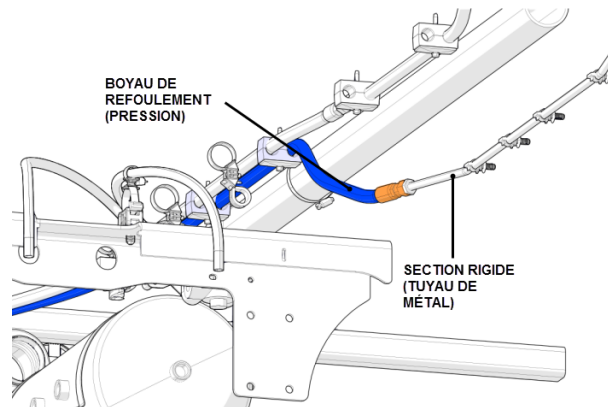

FIGURE 4
- Dans le puits de roue arrière, il se trouve du côté trottoir. Il est raccordé à une section rigide (tuyau de métal) qui constitue le tuyau de refoulement de la pompe de direction (fig. 4). Voir au-dessus du ressort pneumatique arrière droit de l'essieu moteur.